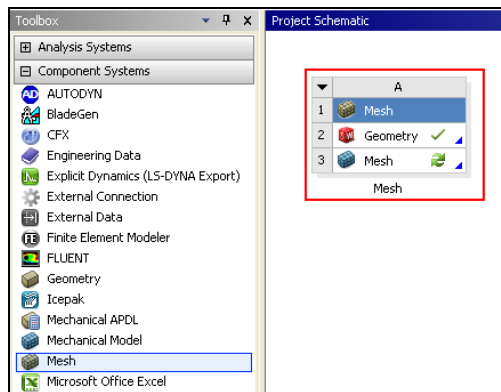

图 3-55 模型已存在的项目
- 步骤 02** 在弹出的“打开”对话框中选择文件路径, 导入 char03-02 几何体文件, 此时 A2 栏 Geometry 后的 ? 变为 ✓, 如图 3-55 所示, 表示实体模型已经存在。